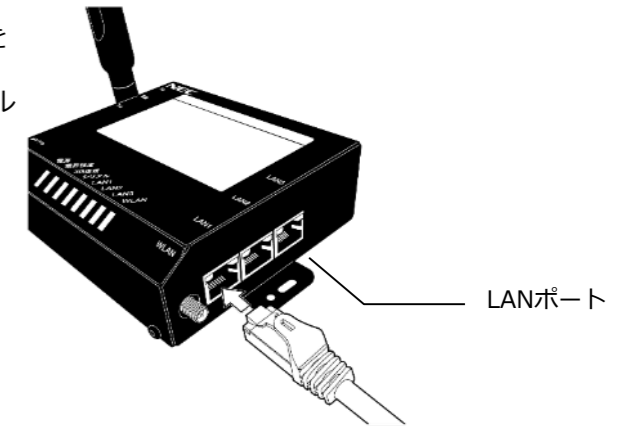

図6 モバイルパック3GルータへのLANケーブルの接続
- (1) モバイルパックのプラボックスとIPカメラのハウジング等を繋いでいるPFD管にLANケーブルを通す。
- (2) モバイルパックの3Gルータ側面のLANポートにLANケーブルを接続する。(図6)